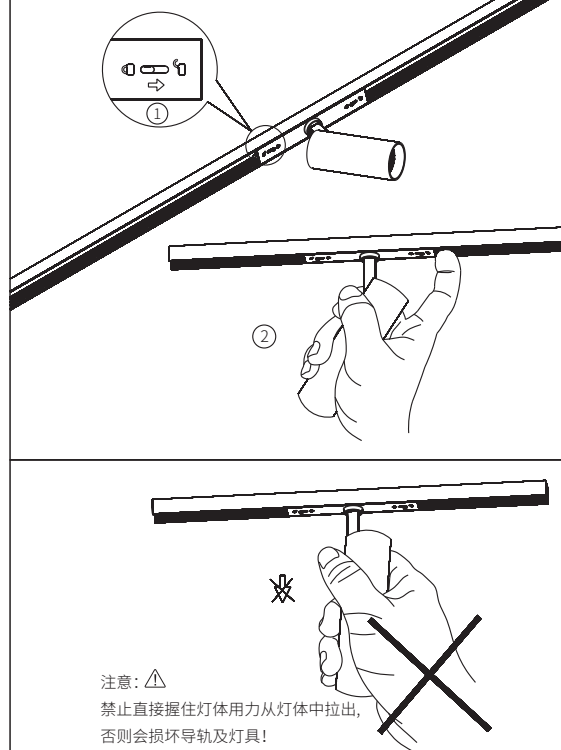

图4
4.把导电接头安装到灯体内，如图4所示；
用手握住灯体, 食指扣住电源盒一端凹槽位往下拉出即可。如图4所示。